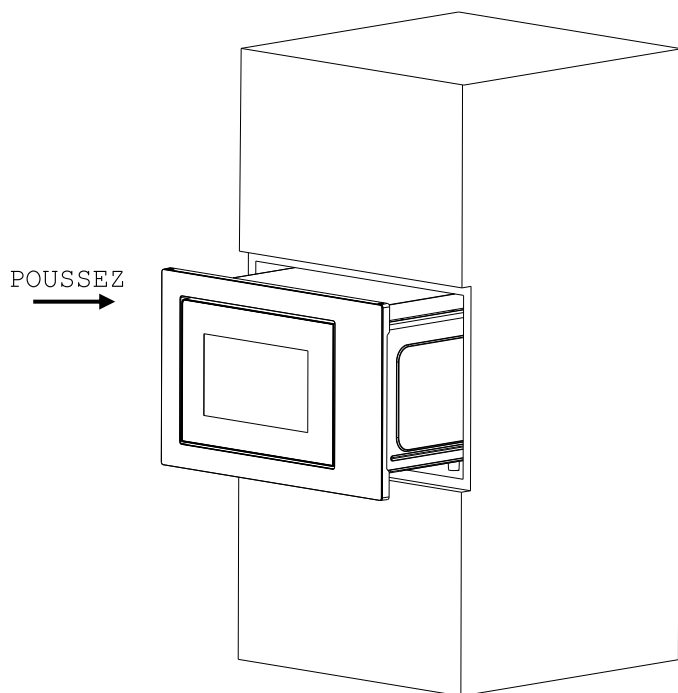

Fig. 1
a) Placez le four à micro-ondes dans le meuble encastré et poussez-le à fond vers l'avant. (Fig. 1)